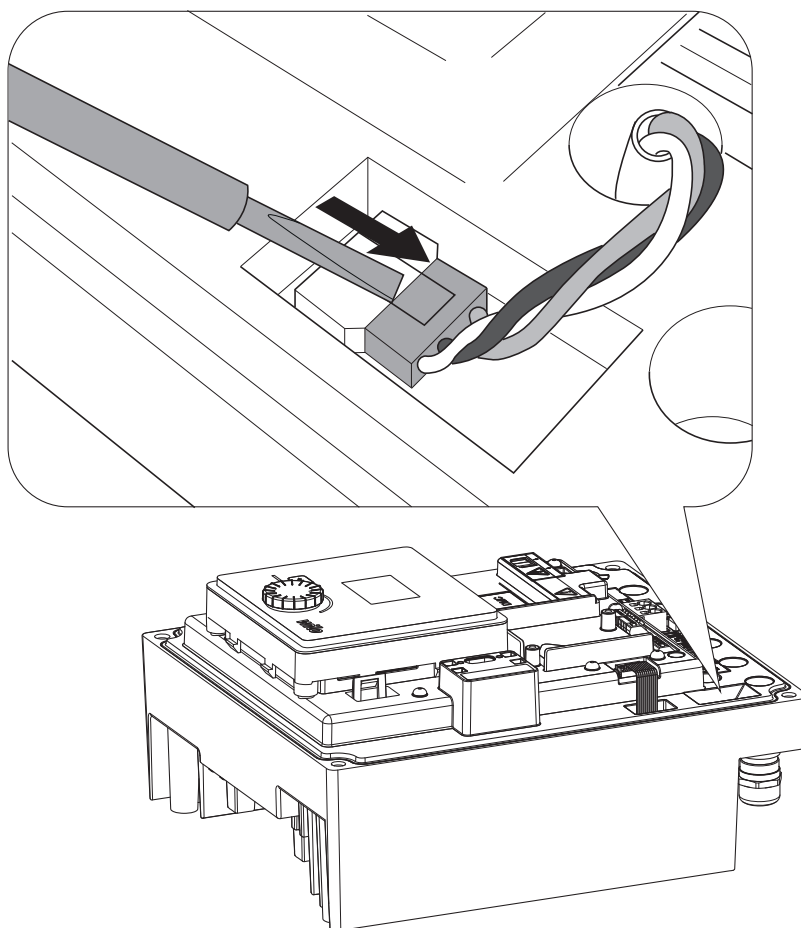

Fig. 46: A modulventilátor csatlakozókábelének meglazítása
- Húzza le a modulventilátor csatlakozókábelét. (Fig. 46).